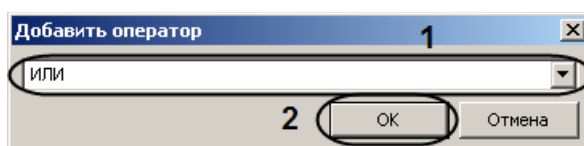

Рис. 3.6—21 Добавление оператора правой части правила
Откроется окно **Добавить оператор** (Рис. 3.6—21).
- 4.2.1 Из раскрывающегося списка выбрать оператора правой части правила (см. Рис. 3.6—21, **1**).